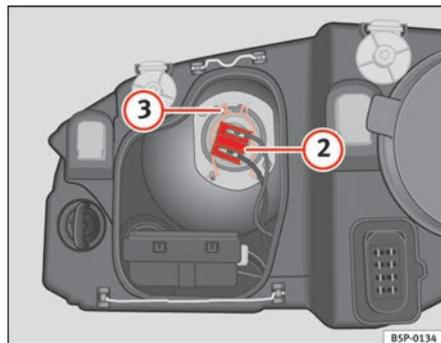

Fig. 182 Feux de croisement
- Retirez le connecteur ⇒ fig. 182 ② de la lampe.
- Décrochez le ressort entrecroisé ⇒ fig. 182 ③ en le pressant vers l'intérieur et vers la droite.